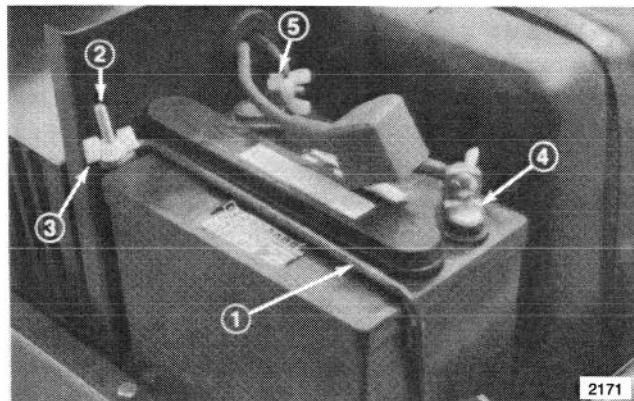

Figure 5
1. Monter la batterie sur son support en plaçant les bornes du côté du réservoir d'essence (Fig. 5).
2. Fixer la batterie au moyen de la bride, de la tige de support et de l'écrou papillon (Fig. 5).
3. Placer la tétine rouge sur le fil de batterie rouge (Fig. 5).
4. Connecter le fil positif de batterie à la borne positive (+) de la batterie et le fil négatif de batterie à la borne négative (-) de la batterie, et fixer au moyen des boulons de carrossier et des contre-écrous (Fig. 5).